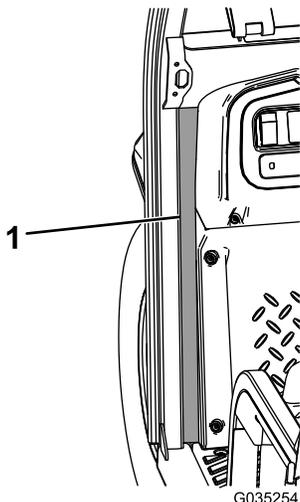

Figura 15
11. Retire la parte posterior de las juntas derecha, delantera e izquierda de espuma y fíjelas a la máquina (Figura 15).